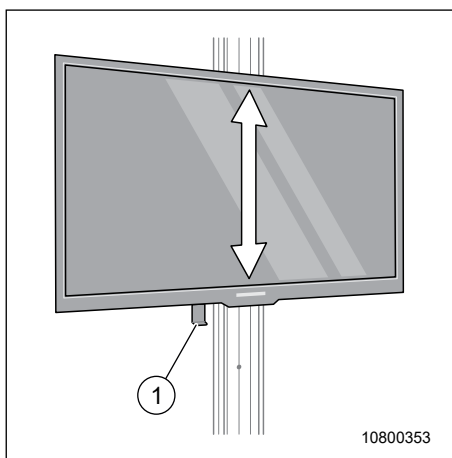

Fig. 121 Téléviseur dans la chambre
1. Pousser le levier (Fig. 121, pos. 1) vers le haut et le maintenir.